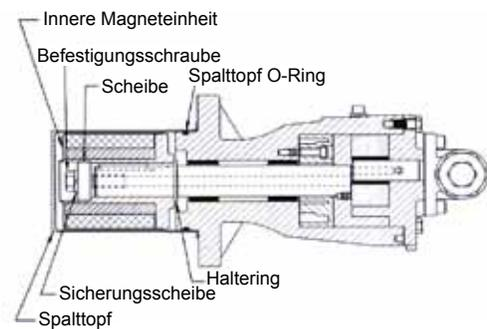

ABBILDUNG 34
- Installieren Sie den externen Haltering und die Paßfeder auf der Pumpenwelle. Schieben Sie die innere Magneteinheit auf die Welle, so daß sie an dem Haltering anliegt. Installieren Sie die Scheibe, die Sicherungsscheibe und die Befestigungsschraube, um den Magneten zu sichern. (**Siehe Abbildung 34**). Schieben Sie eine Messingstange durch eine Öffnung zwischen die Rotorzähne und ziehen Sie die Befestigungsschraube fest.